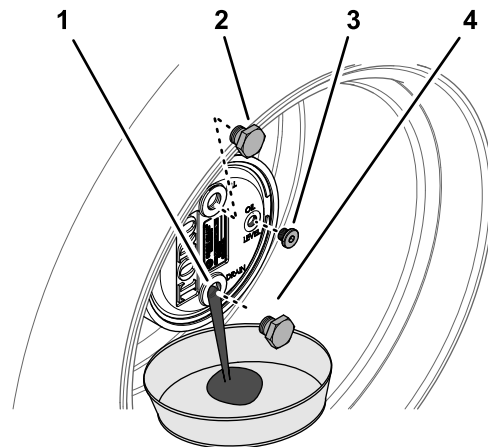

Figura 101
2. Retire el tapón de llenado en la posición de las 12 y compruebe el tapón en la posición de las 3 (Figura 101).
3. Coloque un recipiente debajo del cubo planetario, retire el tapón de vaciado en la posición de las 6 y deje que se drene el aceite (Figura 101).
- Instale el tapón de vaciado en el orificio de vaciado del alojamiento de los engranajes planetarios (Figura 101).